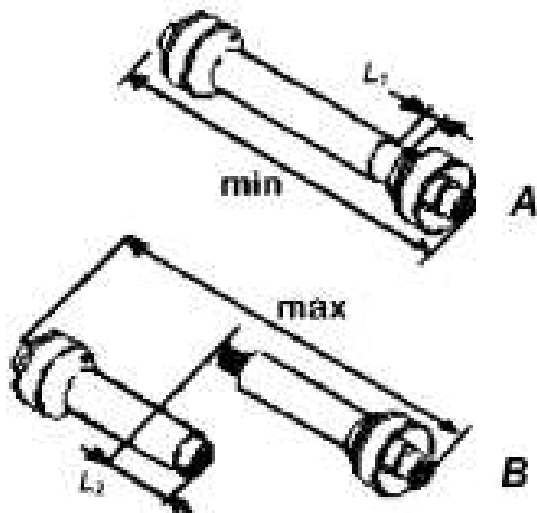

Рисунок 5.6.1
- в рабочем и прямолинейном положении агрегируемого оборудования, когда карданный вал полностью задвинут, проверьте наличие достаточного зазора L_1 (рисунок 5.6.1, вид В) между торцом трубы и торцом вилки карданного шарнира; минимально допустимый зазор L_1 должен быть не менее 50 мм;